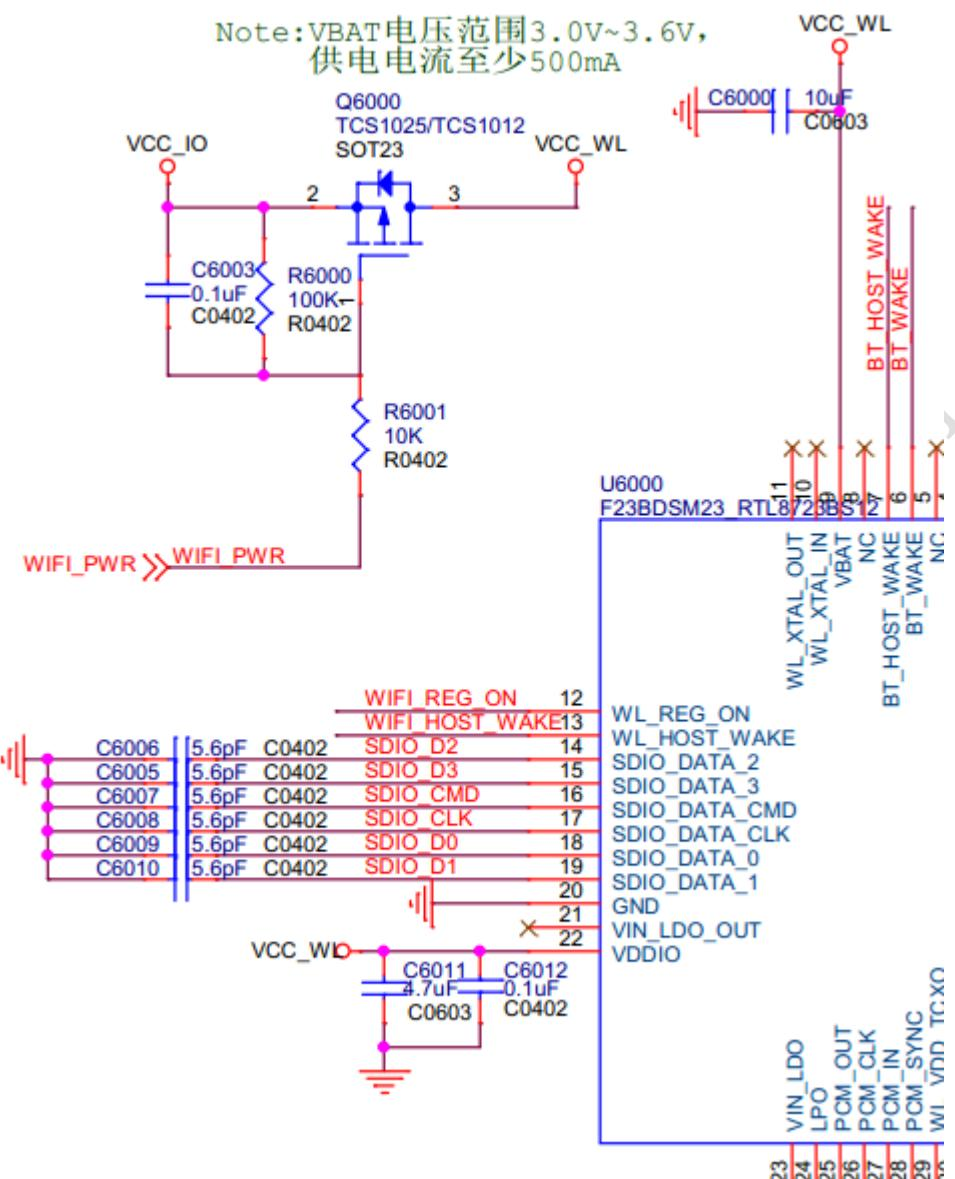

图22-5
- 如图22-5中，模块的VBAT和VDDIO的电源脚4.7uF去耦电容C6000、C6011需靠近模块放置，并尽可能与模块摆放在同一平面。